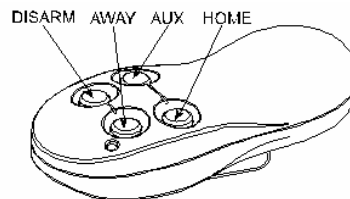

Рисунок 1.8. MCT-104 / 134
C. MCT-104 / MCT-134: Эти 4-х кнопочные брелоки могут выполнять четыре различных операции. MCT-104 типа PowerCode, а MCT-134 типа CodeSecure. Внешне они выглядят одинаково (см Рисунок 1.8).